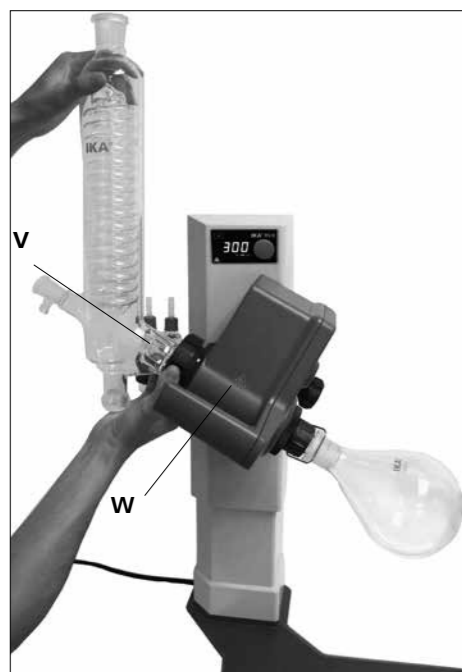

Fig. 17
- Placez le condenseur sur l'entraînement de rotation (**W**) et serrez l'écrou borgne à la main. (Fig. 17)